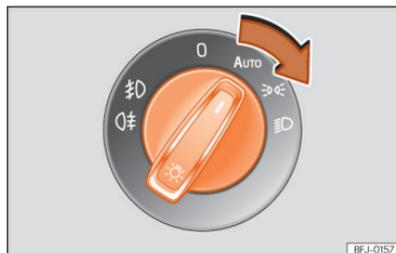

Fig. 69 Painel de instrumentos: comando das luzes.
• Ligue a ignição e rode o comando das luzes para a posição desejada »» Fig. 69.